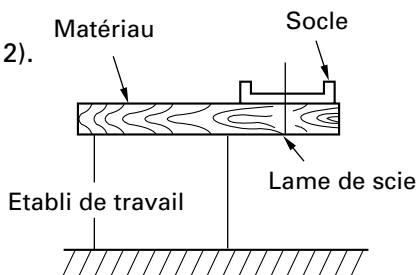

Fig. 12
7. Préparer un établi de travail en bois (Fig. 12).